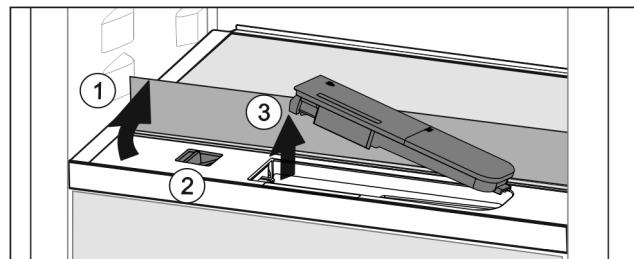

Fig. 56
- ▶ Підняти скляну панель і відкинути до упору назад Fig. 56 (1).
- ▶ Посуньте повзунок Fig. 56 (2) уліво.
- ▶ Вийняти бак для води Fig. 56 (3).